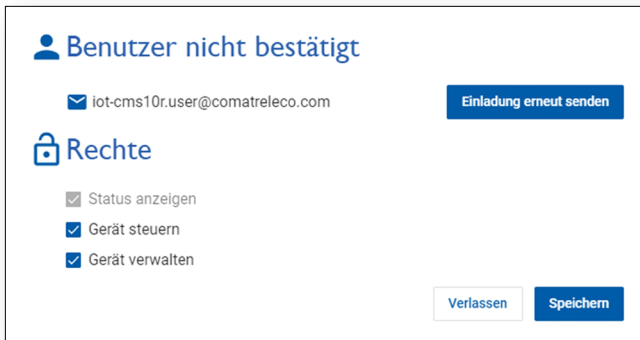

Abbildung 50
**Fall B1)** Wählen Sie **Einladung senden**. Der Benutzer erhält eine SMS oder E-Mail mit einem Einladungscode, mit dem er sich beim IoT-Portal anmelden und mit dem Code das Gerät hinzufügen kann. Die Einladung an den Benutzer ist nur 30 Tage gültig. Danach muss unter **Benutzer** die Einladung erneut gesendet werden. (Abbildung 50)